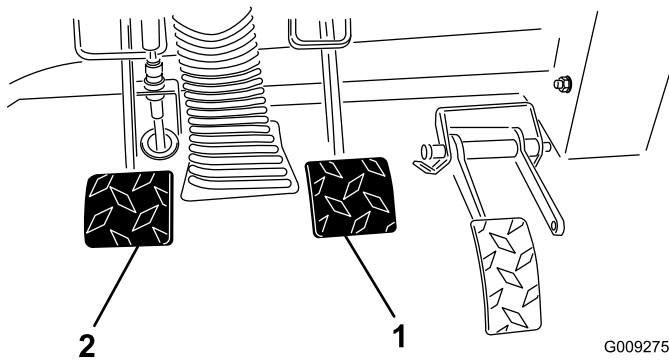

Bild 69
2. Heben Sie das Bremspedal an (Bild 69), bis es den Rahmen berührt.